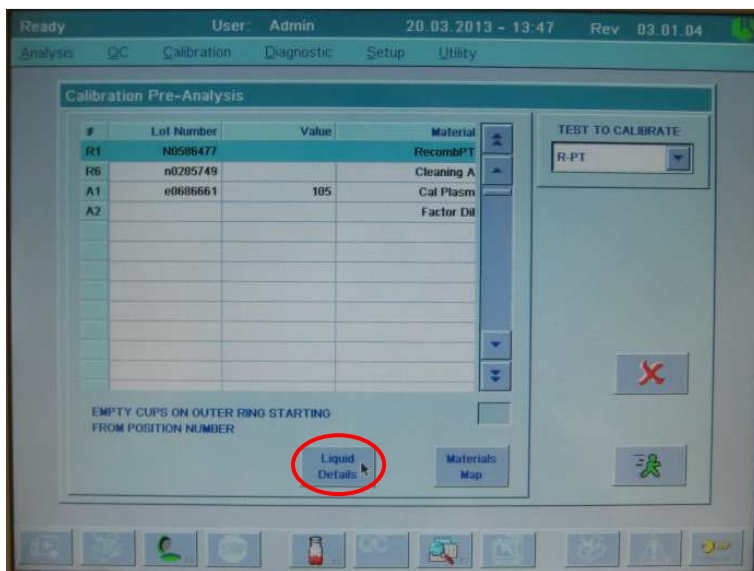
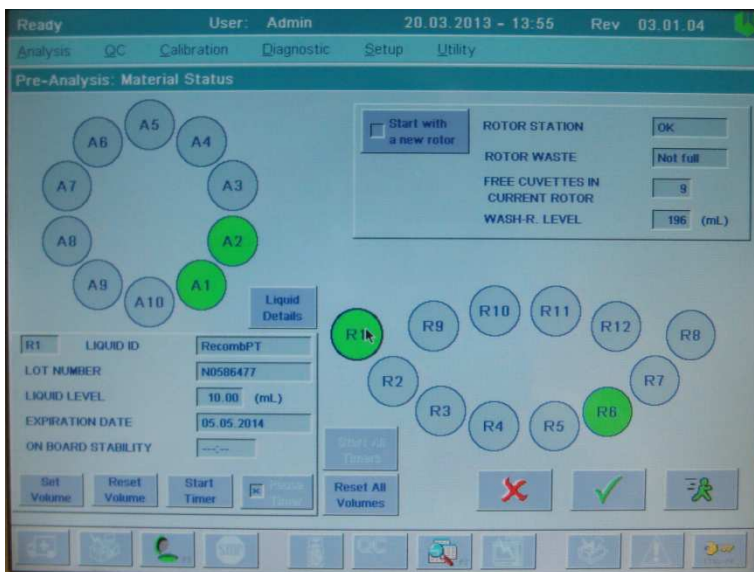

Рис. 1.
Рис. 5.
Для проведения калибровки выбрать в основном меню Calibration→Calibrate. В появившемся окне в поле TEST TO CALIBRATE выбрать тест **R-PT**. В том же окне выбрать в списке материалов RecombPT и нажать Liquid Details (рис. 1).
После подтверждения внесенных изменений в окне Calibration Pre-Analysis (см рис. 1) нажать кнопку Materials Map. Появится карта материалов (рис. 5).
- 3) Из окна Calibration Pre-Analysis (см выше, раздел «Построение калибровочной кривой», рис. 1)